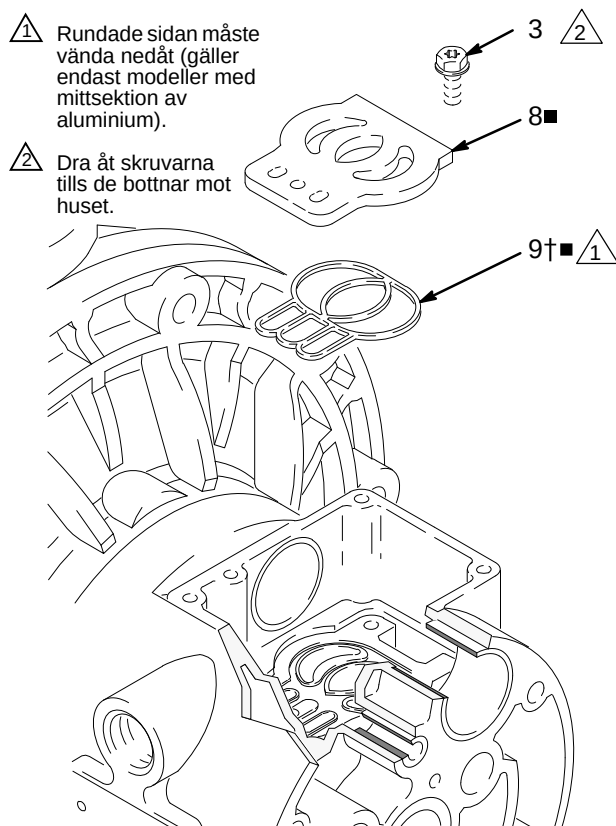

FIG. 9
5. Inspektera ventilplattan (8■) där den sitter. Skruva bort de tre skruvarna (3) med en torx T20-skruvmejsel eller en 7 mm hylsnyckel, om ventilplattan är skadad. Ta bort ventilplattan (8■) och, gäller endast aluminiummodeller, ta bort tätningen (9). Se FIG. 9.
2. På modeller med mittsektion av aluminium monteras ventilplattans tätning (9†■) i spåret längst ner i ventilturtaget. Den rundade sidan på tätningen **måste vända ner** i spåret. Se FIG. 9.
3. Montera ventilplattan (8■) i urtaget. Plattan är vändbar på modeller med mittsektion av aluminium och båda sidor kan vändas uppåt. Skruva in de tre skruvarna med en torx-mejsel (T20) eller 7 mm hylsnyckel. Dra åt skruvarna tills de bottnar mot huset. Se FIG. 9.